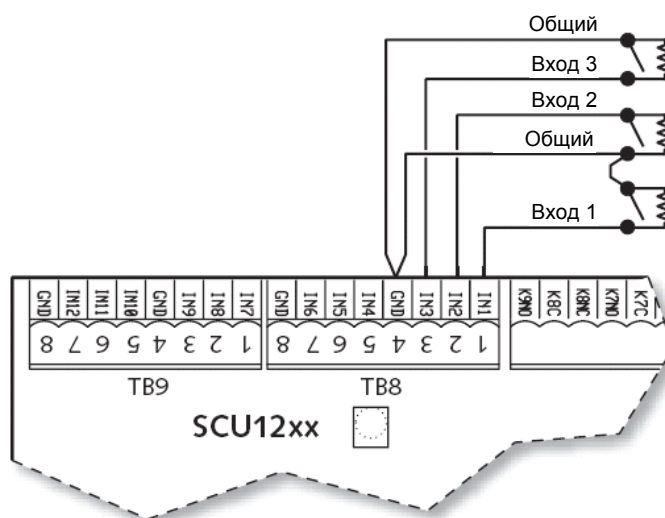

Рис. 6. Пример подключения входов (показаны контролируемые входы)
1. Последовательно подключите пары проводников от контактов периферийных устройств к пронумерованным контактам разъема и к общему контакту SCU (см. Рис. 6). Чтобы использовать входы с 9 по 12, необходимо сконфигурировать SCU для работы в двухадресном режиме (см. «Двухадресный режим» на стр. 28).